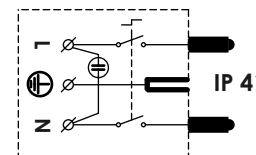

Рис.8 Схема подключения VS1
**Внимание! Штепсельные вилки имеют слабее защиту против воде чем ЭНЭ. Таким образом их нельзя использовать в зоне ближе чем 600 мм от ванны или душа (зона 2 согласно ČSN 33 2000-7-701). Схему подключения вилки VS1 см.рис.8.**